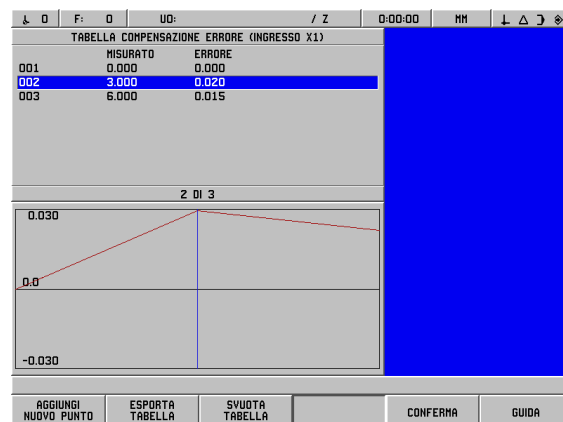

Fig. II.13 Maschera per la compensazione errore non lineare
- Il grafico rappresenta l'errore di inseguimento (valore di riferimento – valore misurato) rispetto al valore misurato. La riga graduata del grafico è fissa. Spostando il cursore nella maschera, la posizione del punto sul grafico è indicata da una linea verticale di colore blu. Vedere Fig. II.13.